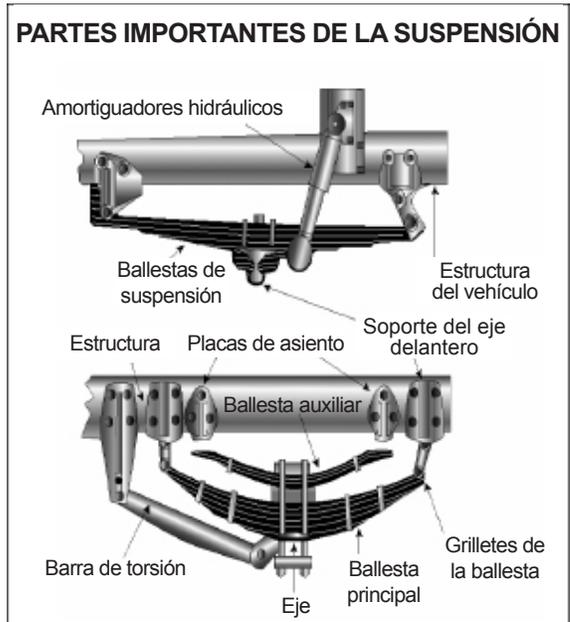

Figura 2.2
- Barras de suspensión que permitan movimiento del eje desde la posición correcta. Vea la *Figura 2.2*.